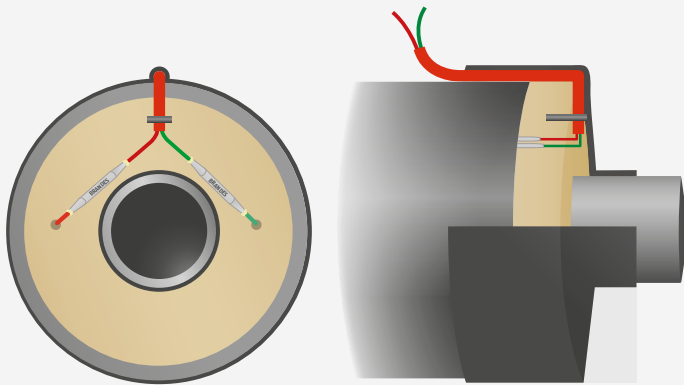
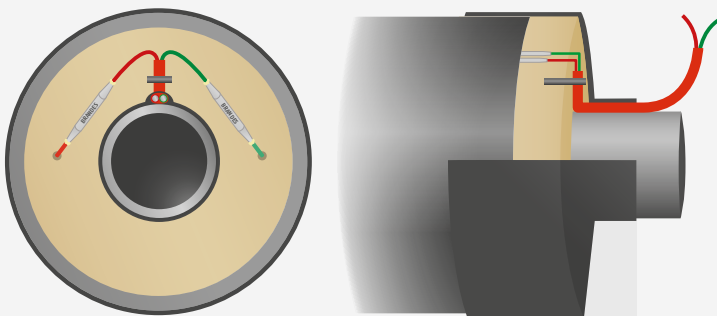

Abb. 1
Abb. 2
I. d. R. wird das BS-SL2 Kabel zwischen dem PE-Mantelrohr und der Endkappe herausgeführt (*Abb. 1*), kann aber auch zwischen der Endkappe und dem Mediumrohr (*Abb. 2*) herausgeführt werden.